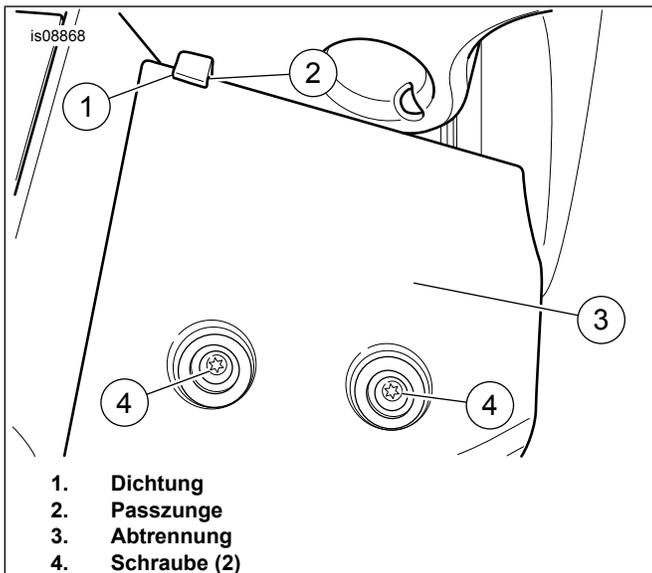

Abbildung 9. Schaumstoff für Abtrennung und Positionierung
10. Siehe Abbildung 9. Ein Stück abgeschnittene Dichtung (1) über die Passlasche der Absperrplatte falten und die Platte anbringen.
- a. Gewindegewissensmittel auf die Gewinde der Schrauben (4) auftragen.